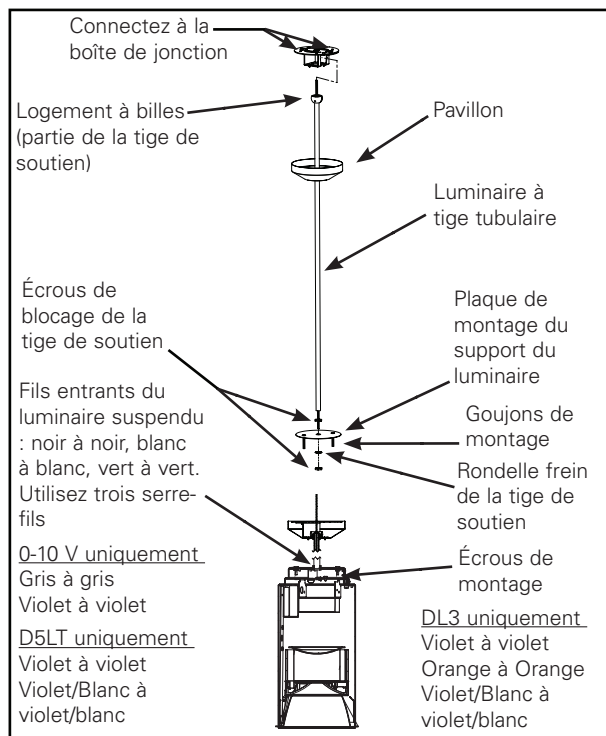

Figure 1.
9. Glissez le pavillon par-dessus le support à pivot et fixez-le en le tordant pour enclencher les oreilles sur ce dernier (Figure 1).
10. Installez les modules et la garniture selon les instructions fournies avec le boîtier (Figure 1).